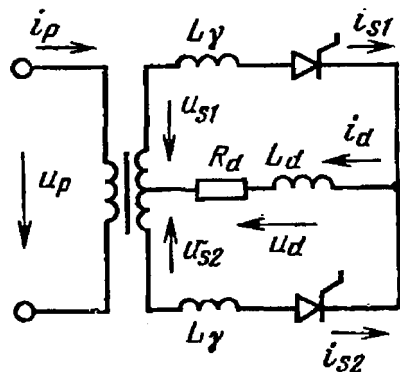

Рис. 5. Управляемый преобразователь со схемой 1Ф1Н2П
7. Постройте кривые токов i_d, i_{s1}, i_{s2} и i_p для схемы преобразователя, представленной на рис. 5, и сопоставьте их с кривой напряжения U_p , сохраняя правильными фазы; вычислите среднее значение тока i_d . Дано: $U_p = 100$ В, $f = 50$ Гц, коэффициент трансформации $k_{тр} = 1$, $R_d = 10$ Ом, $\alpha = 45^\circ$, $L_d = 0$, $L_\gamma = 0$. Трансформатор и полупроводниковые вентили идеальные.
8. Постройте кривые токов i_d, i_{s1}, i_{s2} и i_p в схеме преобразователя, показанной на рис. 5, и сопоставьте их с кривой напряжения U_p . Определите расчетную мощность трансформатора $S_{тр}$ при указанных условиях работы. Дано: $U_p = 100$ В, $f = 50$ Гц, коэффициент трансформации 1:1, $R_d = 10$ Ом, $\alpha = 45^\circ$, $L_d \approx \infty$, $L_\gamma = 0$. Трансформатор и вентили идеальные.
9. Постройте кривые токов i_d, i_{s1}, i_{s2} и i_p и напряжения U_d для преобразователя со схемой 1Ф1Н2П (рис. 5), и сопоставьте их с кривой напряжения U_p . Определите среднее значение тока нагрузки. Дано: $U_p = 100$ В, $f = 50$ Гц, $k_{\text{ТР}} = 1$, $R_d = 10$ Ом, $L_d \approx \infty$, Индуктивность трансформатора $L_\gamma = 10$ мГн. Полупроводниковые вентили идеальные, $\alpha = 0$.
10. Постройте кривые токов i_d, i_{s1}, i_{s2} и i_p и напряжения U_d для преобразователя со схемой 1Ф1Н2П (рис. 5), и сопоставьте их с кривой напряжения U_p . Определите среднее значение тока нагрузки. Дано: $U_p = 100$ В, $f = 50$ Гц, $k_{\text{ТР}} = 1$, $R_d = 10$ Ом, $L_d \approx \infty$, $L_\gamma = 10$ мГн. Полупроводниковые вентили идеальные, $\alpha = 45^\circ$.